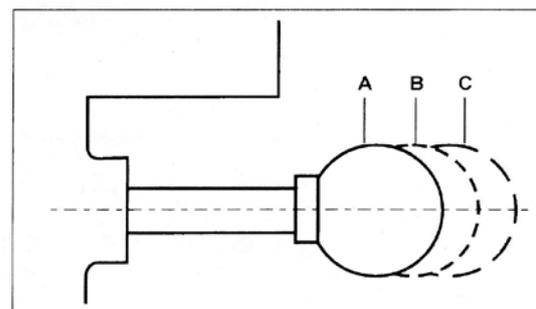

Figure 36
1. Нажмите на рукоятку регулировки скорости до конца, до скорости 6,10 метров в минуту. Положение (A) рис.36.
2. Плавно потяните рукоятку регулировки скорости в среднее положение, механизм встанет в нейтральное положение (ролики не вращаются). Положение (B) рис.36.
3. Вытяните рукоятку регулировки скорости максимально, Установиться скорость 4,87 метров в минуту. Положение (C) рис.36.